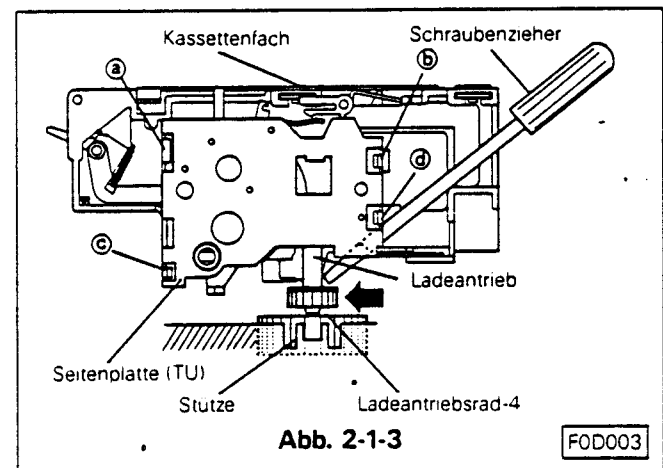

Abb. 2-1-3
- Bringen Sie das Kassettenfach über die Positionslöcher ① und ②, und schieben Sie es mit den beiden U-Löchern ③ und ④ placent an der Front rechts und links unter die Befestigungspinne. (erst die linke Seite)
- Das Kassettenfachtantriebsrad ist nach Abschnitt B. in den meisten Fällen noch nicht in dem Halter fixiert. In diesem Falle bewegen Sie das Antriebsrad durch drücken in Richtung vorwärts, damit es im Antrieb einrastet. Siehe Abb. 2-1-3 ist es wie oben beschrieben nicht möglich, das Antriebsrad einrasten zu lassen, schieben Sie das Antriebsrad 4 a etwas unter das Deck und das Kassettenfachtantriebsrad ist sehr einfach zu fixieren.
- Das Kassettenfach mit den Schrauben ①, ②, ③ und ④ befestigen.
2-2-1 Ausbau (siehe Abb. 2-1-3, 2-2)
- Die Halteschnapper (①, ②, ③ und ④) der Platte an der Aufwickelseite des Kassettenfaches lösen und die Platte entfernen. (Siehe Abb. 2-1-3)
2-2-2 Einbau (siehe Abb. 2-1-3, 2-2)
- Die Seitenplatte am Kassettenfach Aufwickelseite aufsetzen und in die Schnappen ①, ②, ③ und ④ einrasten. (Siehe Abb. 2-1-3)